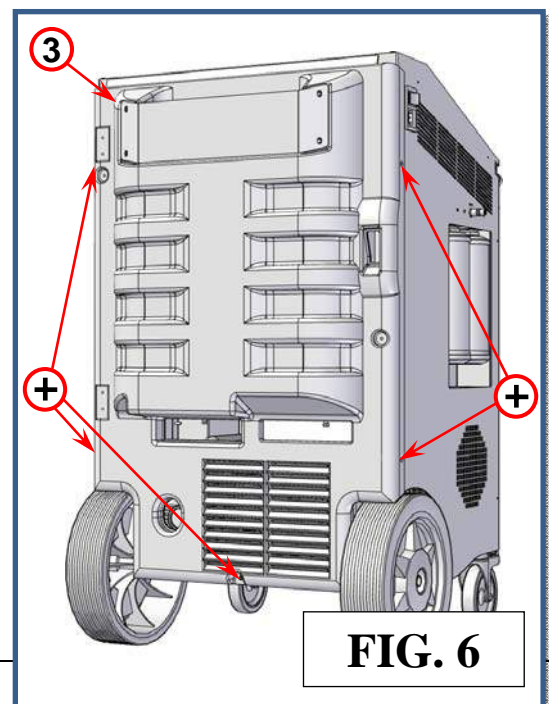

FIG. 6
3. Carter arrière en plastique, voir la Fig. 6